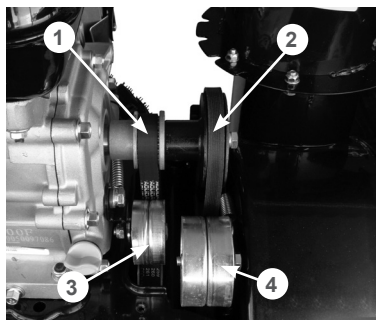

Рис. 45 Обслуживание ремней привода
2. Проверьте состояние ремней (Рис. 45). Если ремень протерт, надорван или заметны иные повреждения, он должен быть незамедлительно заменен.
Если при нажатом рычаге включения хода снегоотбрасыватель не движется или при нажатии на рычаг включения хода слышны посторонние звуки, а регулировка длины троса включения хода не позволяет устранить проблему, возможно, фрикционное колесо 3 (Рис. 45) полностью износилось и его необходимо заменить.